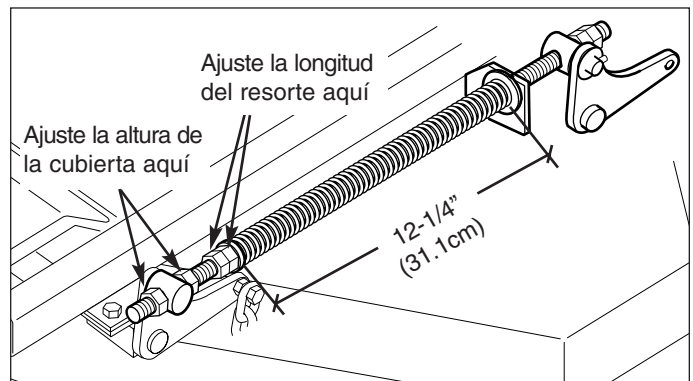

Figura 31. Ajuste de la cubierta de la podadora
3. Ajuste las tuercas hexagonales de 5/8", en ambos lados del pivote frontal del brazo del resorte (vea la Figura 31), hasta que el borde inferior trasero de la cubierta de la podadora, que está directamente atrás de la cadena, esté a 3 5/8" (9.2cm) del piso.
5. Ya que termine con los ajustes de la altura de la cubierta y estando la altura de corte todavía en 4", ajuste el resorte del elevador de la cubierta a una longitud comprimida de 12 1/4" (31.1cm). Asegúrese de medir solamente el resorte. Ajuste la longitud del resorte del elevador de la cubierta apretando o aflojando las tuercas hexagonales (2) de 5/8" que están más cerca al espaciador en el extremo delantero del resorte (vea la Figura 31). Después de hacer el ajuste, apriete las dos tuercas a la vez. Realice este paso en ambos resortes.